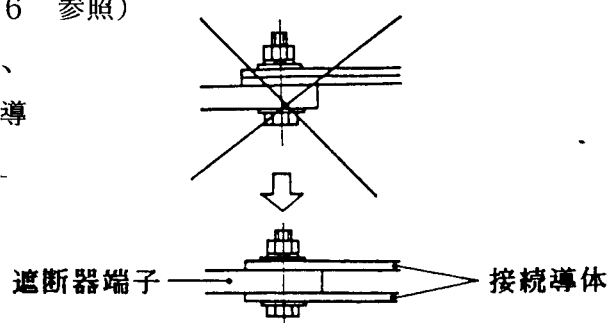

図6. 複数の導体接続
注3) テストジャンパー	遮断器を引出枠から取り出した状態で、遮断器の開閉（電氣的）操作ができます。（保守点検用）（SHEET NO. 71 図6 4参照）
スロークローズ器具	コンタクトの開閉動作（機械的）を確認するための器具です。（保守点検用）（SHEET NO. 70 図6 3参照）
(9) 端子の両面を接続に利用して下さい。(図6 参照)